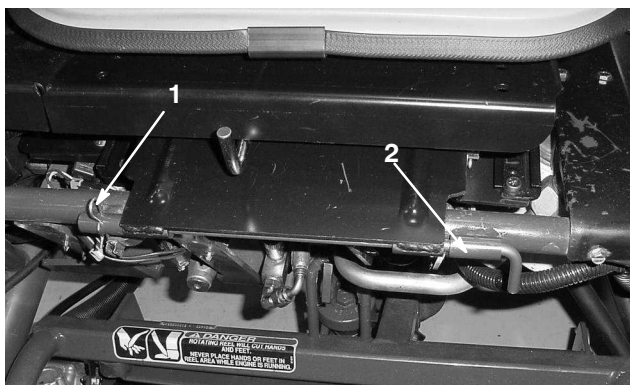

**Figure 7**
7. Montez la plaque de protection du distributeur hydraulique du côté droit du socle du siège au moyen de 2 boulons de carrossier (5/16 x 5/8 pouce) et écrous. Positionnez la plaque de protection comme illustré à la Figure 7.